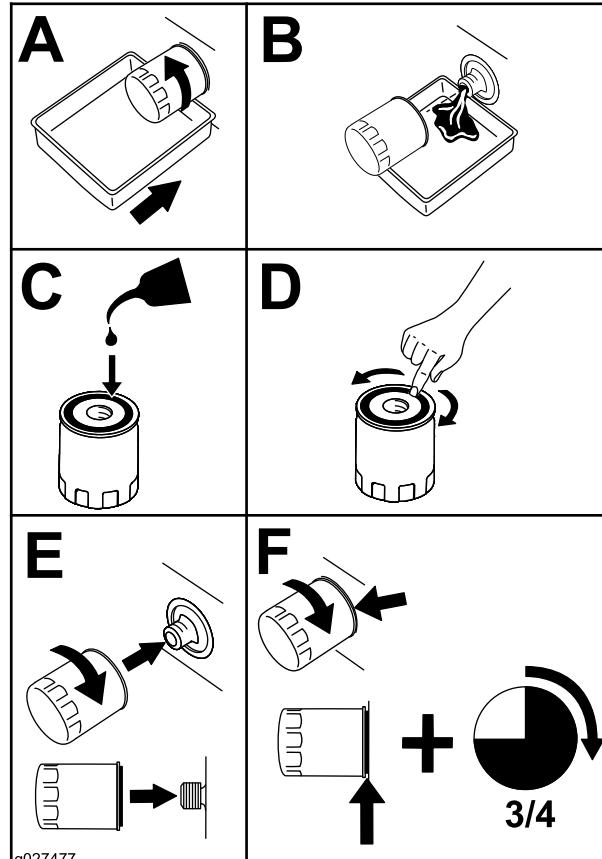

Figura 42
2. Sustituya el filtro de aceite del motor (Figura 42).